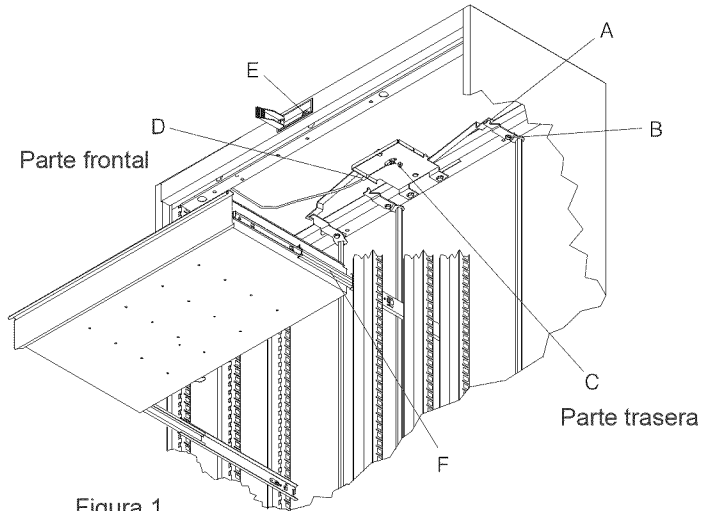

Figura 1
- Lubrique el pivote de la barra de sujeción (A), los soportes de la barra de sujeción (B), el mecanismo de aseguramiento (C) y los extremos del Cable (D) con spray. Lubrique dos veces al año. (Refiérase a la figura 1).
- Lubrique la cerradura (E) con grafito anualmente.